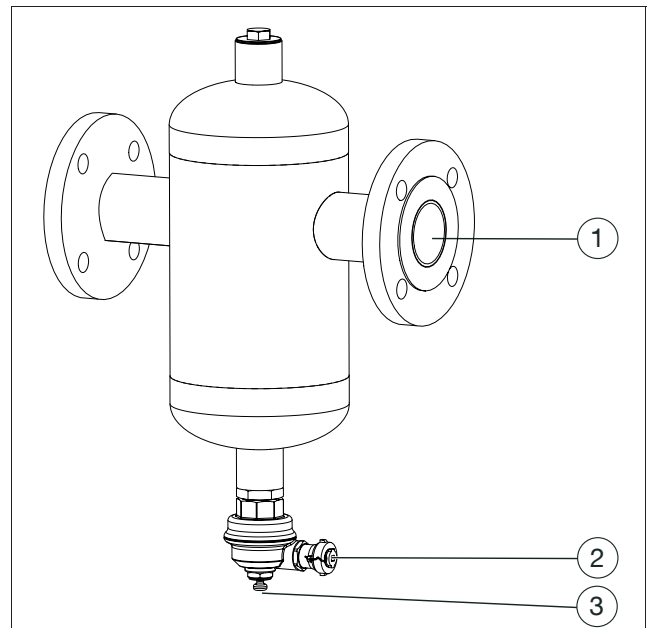
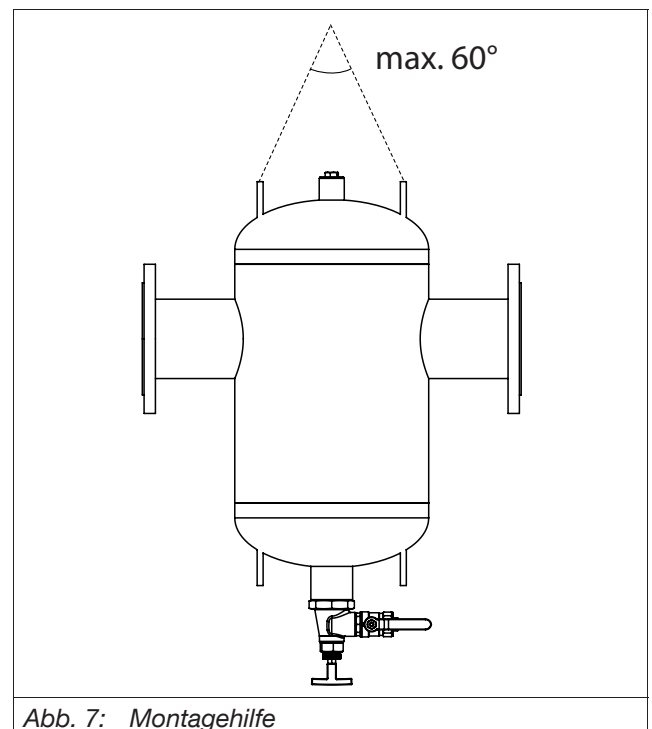

Abb. 2: Aufbau
Abb. 7: Montagehilfe
- Die Ösen am Schlammabscheider dienen nur als Montagehilfe beim Anheben (siehe Abb. 2 und Abb. 7).